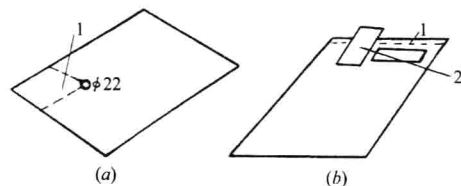

图3 特殊剪切示意图
1)交线剪切法:板面需剪一块板件,其两条剪切线相交成一定角度。为防止因板面剪切过头而浪费材料,可先在相交处钻(或割)成一个 $\phi 18 \sim 22\text{mm}$ 的孔。剪切时,孔位放于剪刀的一端,这样可避免存在上述剪切缺陷,见图 3(a)。
2)边缘垫铁剪切法:剪切线距离板面边缘较近,开剪困难,当剪刀剪切时,会带动整个板面向前或向后移动。为避免这种现象出现,要在剪切线边缘,按剪板机的压力位置,放一同厚度小块搭板和一垫板,如图 3(b)所示。